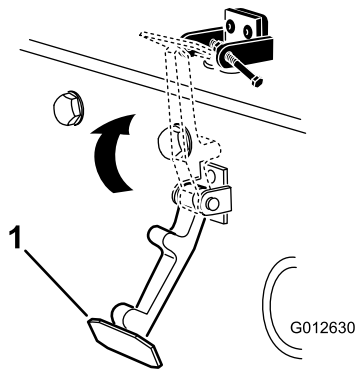

Figure 9
6. Accrochez le loquet du capot sur son support (Figure 9).